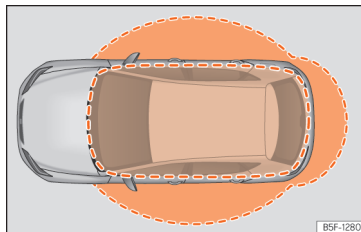

Fig. 73 Keyless Access: zonele de proximitate.
- Autovehiculul este descuiat la detectarea cheii cu telecomandă în apropiere » » fig. 73. Toate semnalizatoarele clipească de două ori.